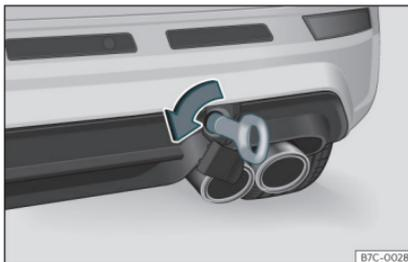

Fig. 44 Sul lato destro del paraurti posteriore: occhiello di traino avvitato.
- Avvitare l'occhiello di traino nell'alloggiamento, ruotandolo fino in fondo **in senso antiorario**»» fig. 44 »» ❶. Utilizzare un oggetto idoneo per avvitare completamente e saldamente l'occhiello di traino nel suo alloggiamento.
❶ AVVISO